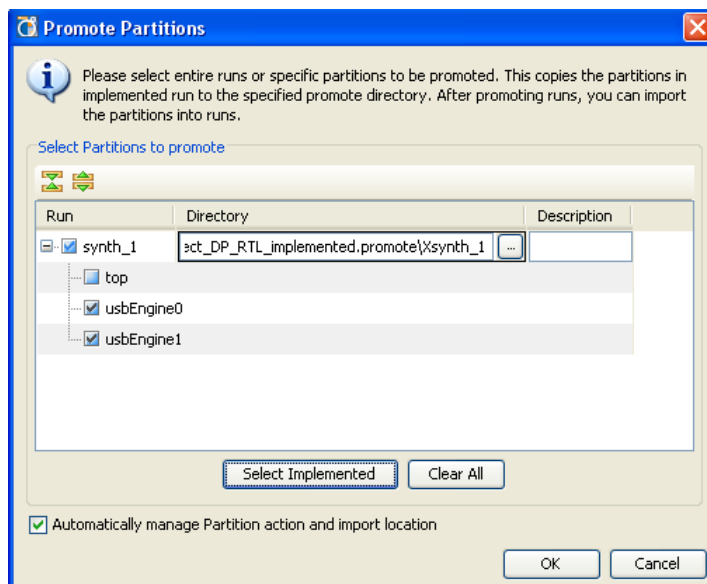

図 13-5： パーティションのプロモート
2. 図 13-5 に示すような [Promote Partition] ダイアログ ボックスが開きます。